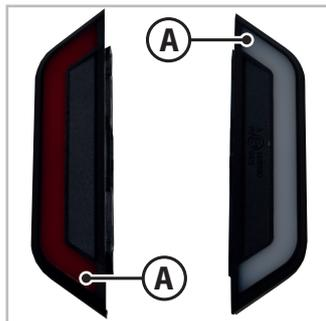

Fig. 7.4 - Luces de gálibo laterales
2. Desmonte la tapa blanca-roja (A - Fig.7.4) quitando los tornillos de fijación.
5. Vuelva a montar la tapa blanca-roja (A - Fig.7.4) con los tornillos de fijación que ha retirado anteriormente.